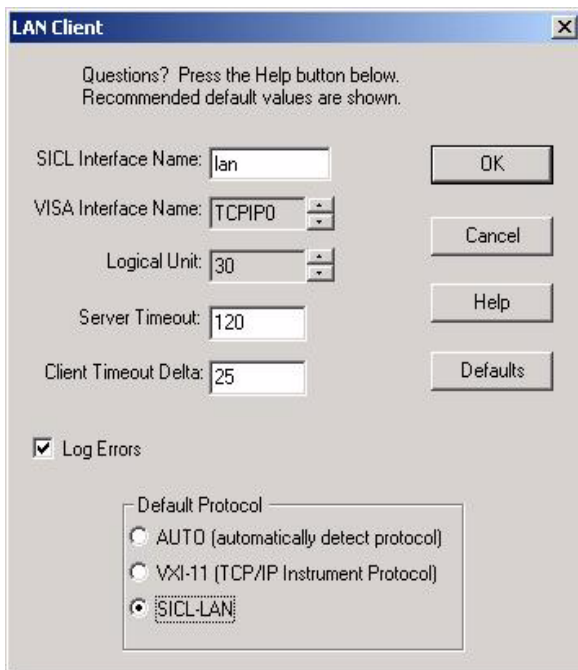

Abbildung 38 LAN-Client konfigurieren
- 4 Verwenden Sie die **Einstellungen** wie in Abbildung 38 auf Seite 89 angegeben und wählen Sie **OK**.